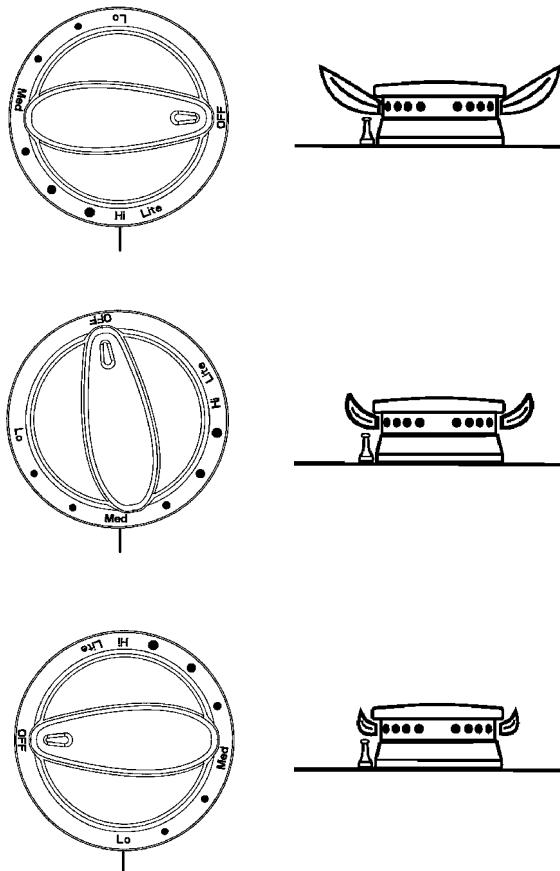

FIGURA 12
Después de terminar los pasos A, B y C de conversión, revise la apariencia de la llama de cada quemador en los ajustes HI y LO contra los de la figura 12. Si las llamas parecen estar demasiado grandes o pequeñas, revise cada paso para asegurar que se realizaron correctamente.
- Comenzando en la posición LP (vea el núm. 5 de la página 8, bajo C, AJUSTE DE LA LLAMA BAJA), gire el tornillo en contra del sentido de las manecillas del reloj hasta que la llama se estabilice y se vea igual a la del dibujo del ajuste "low" de la figura 12. El ajuste correcto producirá una llama azul regular y uniforme de tamaño mínimo. El ajuste final debe revisarse girando la perilla de alto a bajo varias veces sin apagar la llama.
Después de realizar los pasos A, B y C, revise la apariencia de la llama de cada quemador en el ajuste Hi y Lo contra la figura 12. Si las llamas parecen estar demasiado grandes o pequeñas, asegúrese de que todos los pasos se siguieron correctamente.